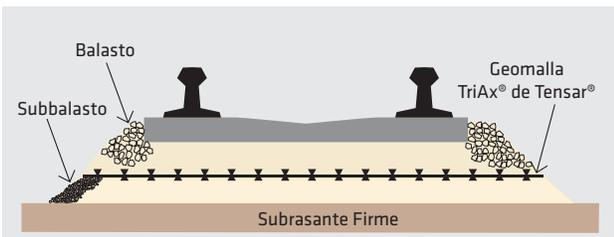

FIGURA 3b: La estabilización de balasto lleva a un incremento de los intervalos de mantenimiento.
- ▶ Estabilización de balasto: instalada entre las capas de balasto y subbalasto, las Geomallas TriAx limitan la migración lateral de partículas y, por lo tanto, minimizan el asentamiento de la vía. Esto ayuda a disminuir la frecuencia de ciclos de mantenimiento en una relación de 5 a 3 veces (Figura 3b).